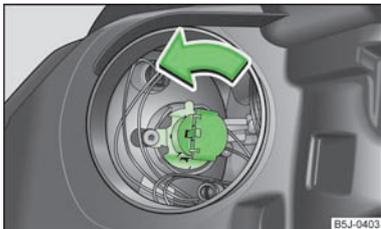

Fig. 146
- Faire tourner la fiche avec l'ampoule **en sens antihoraire** jusqu'en butée » fig. 146 et la faire sortir.